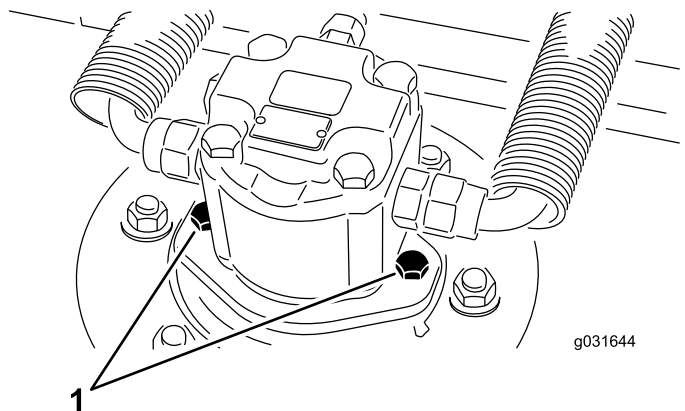

图 65
2. 卸下液压马达安装螺丝从剪草刀盘上断开并拆除液压马达 图 65。
- 使用液压马达安装螺丝将液压马达安装到刀盘上 图 65。